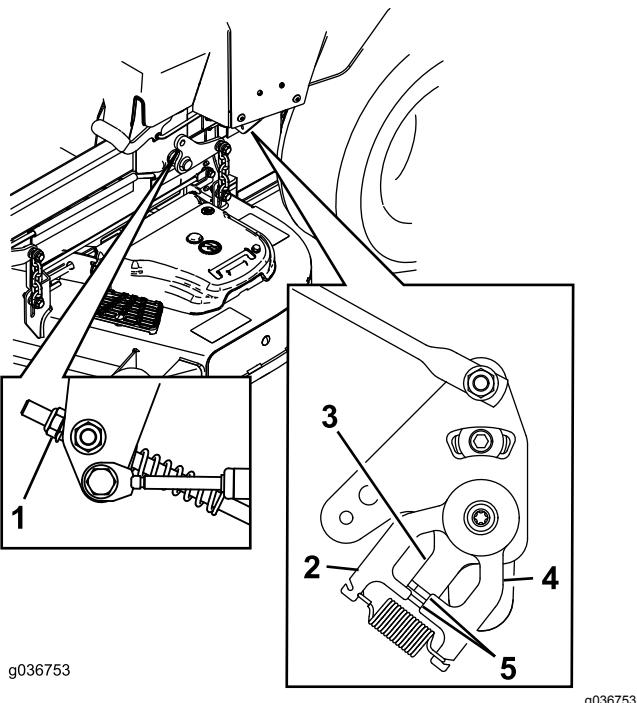

Figure 70
9. Réglez la longueur des tiges de commande des pompes en tournant l'écrou dans le sens voulu jusqu'à ce que les roues tournent légèrement en marche arrière (voir Figure 70).